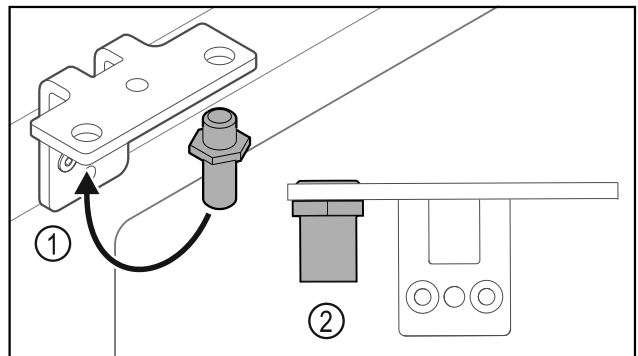

Fig. 27
- Helyezze át a csuklópántban a csapszeget Fig. 27 (1).
- Húzza meg a csapszeget Fig. 27 (2) **12 Nm-es forgatónyomatékkal**.